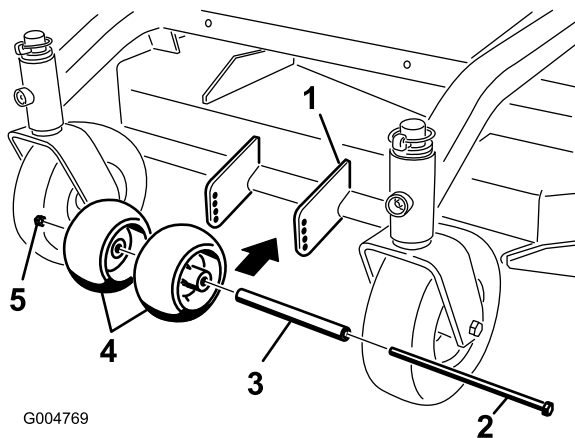

Figure 14
1. Après avoir réglé la hauteur de coupe, vérifiez que les galets anti-scalp procurent une garde au sol minimale de 10 mm (Figure 14).
2. Si un réglage est nécessaire, retirez le boulon, les rondelles et l'écrou (Figure 14).
3. Choisissez le trou requis pour que les galets anti-scalp se trouvent à 10 mm ou plus du sol (Figure 14).
4. Remettez le boulon et l'écrou (Figure 14).